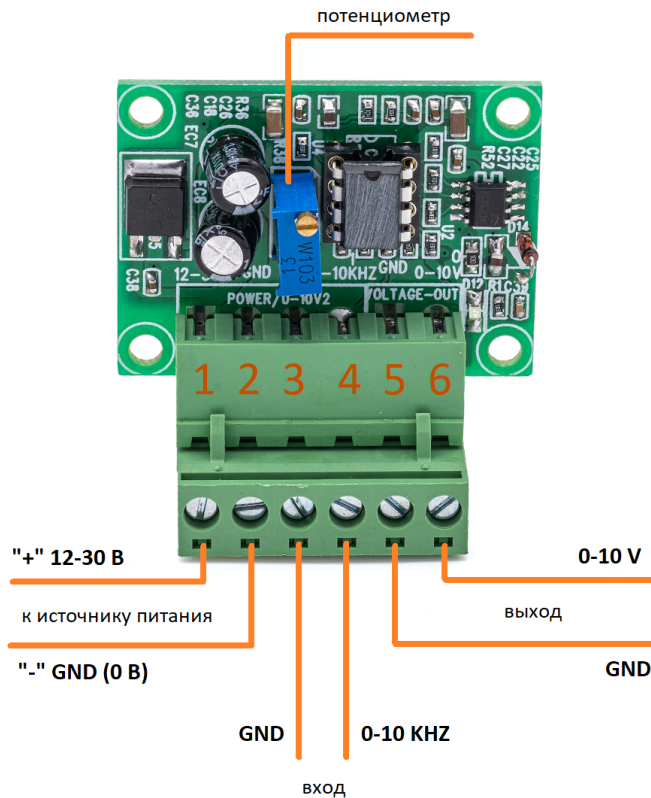

Рис. 1. Схема подключения к конвертеру импульсов в напряжение
1. Для калибровки и приведения соответствия частоты входного сигнала и напряжения на выходе используется потенциометр (рис.1).